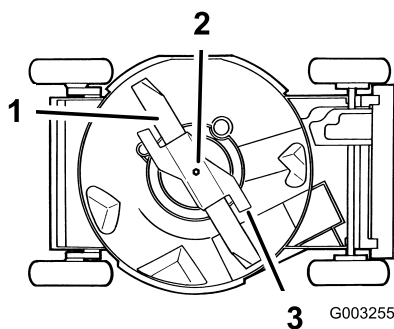

Figura 28
4. Vuelque el cortacésped hacia su lado **derecho** (Figura 28).
Sujete el extremo de la cuchilla usando un paño o un guante grueso. Retire el perno de la cuchilla, la arandela de freno, el acelerador y la cuchilla (Figura 28).